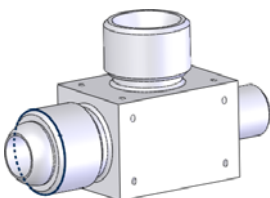

图 9-125 选择圆形边线
- 02 选择如图9-125所示的圆形边线，选择菜单栏中的【插入】|【注解】|【装饰螺纹线】命令，系统它弹出【装饰螺纹线】对话框。